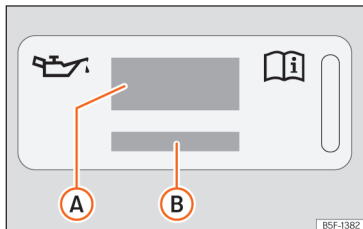

Abb. 184 Im Motorraum: Aufkleber mit Motoröl-Spezifikationen
Legende zur >>> [Abb. 184]:
Wenn Motoröl nachgefüllt werden muss, verwenden Sie eines der auf dem Aufkleber angegebenen Motoröle >>> [Abb. 184]. Der Aufkleber mit der vorgeschriebenen Motoröl-Norm befindet sich im vorderen Bereich des Motorraums
- Wenn der Aufkleber mit den Motoröl-Spezifikationen >>> (Abb. 184) fehlt, wenden Sie sich an einen Fachbetrieb.